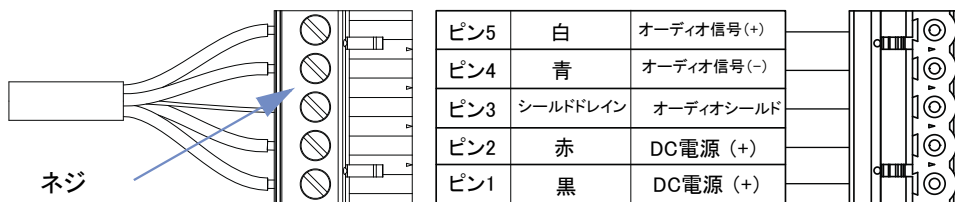

図28: Phoenix 5ピンメスケーブルマウントコネクターのピン配置
2. 露出した5本の導線をPhoenix 5ピンメスケーブルマウントコネクターの5つのケーブル穴に挿入します。配線図を図28に示します。